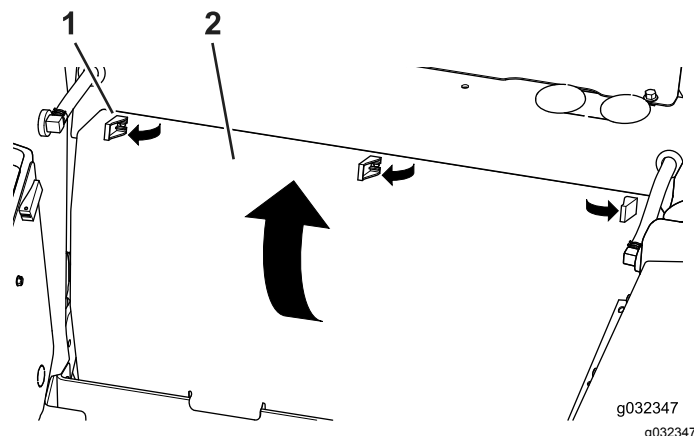

Рисунок 3
2. Отсоедините три натяжных защелки и снимите заднюю панель (Рисунок 3).